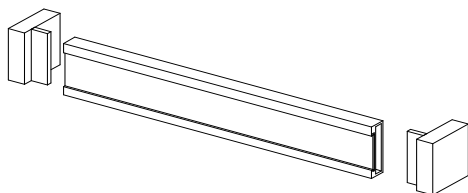

Рис.5
9. Рис.5 Рекомендуется изделие закрепить к стене, для этого установить на крышке шкафа уголки поз.082 и закрепить их шурупами 4x16 (крепёж к стене в комплект фурнитуры не входит и приобретается отдельно в зависимости от типа стены).